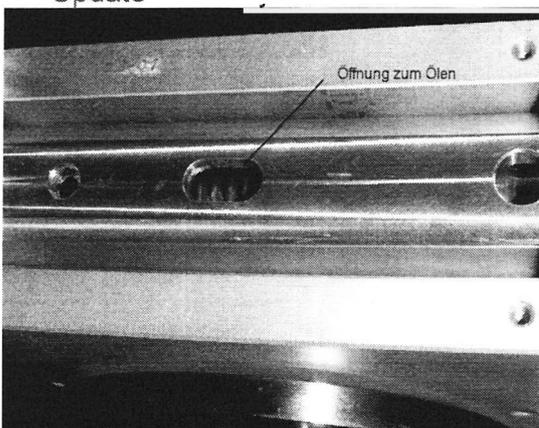

Bild1
- Warten Sie mit Spezial-Fett Finke GX-FL von Zeit zu Zeit die Schnecke und Schneckenrad. Dazu Deckplatte entfernen und durch die Öffnung im Schneckengehäuse etwas Fett eingeben (Bild 1). Zur Bedienfreundlichkeit: Mit dem Modelljahr 2010 können Sie seitlich unterhalb des Motors mittels einer Fettpresse schmieren.